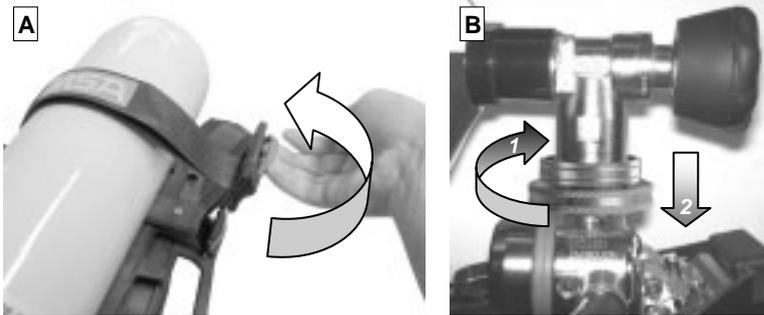

Bild 16 Entfernen der Druckluft-Flaschen
- (2) Flaschenbügel (2) in senkrechte Position klappen, so dass er einrastet.
- (3) Sollte am Druckminderer (12) kein T-Stück montiert sein, Dichtungen am Druckminderer und T-Stück kontrollieren und T-Stück lose anschrauben.
- (4) Spannschnalle am Flaschenhalteband öffnen und ggf. durch Ziehen des Bügels die Klemmwirkung aufheben und das Band verlängern (→ Bild 16).
- (5) Eine Druckluft-Flasche durch das Flaschenhalteband schieben, so dass das Flaschenventil zum T-Stück zeigt, und auf eine der äußeren Auflagen legen.
- (6) Flaschenventil am T-Stück lose anschrauben.
- (7) Zweite Druckluft-Flasche so durch das Flaschenhalteband schieben, dass das Flaschenventil zum T-Stück zeigt, und auf die andere äußere Auflage legen.
- (8) Zweites Flaschenventil am T-Stück lose anschrauben.